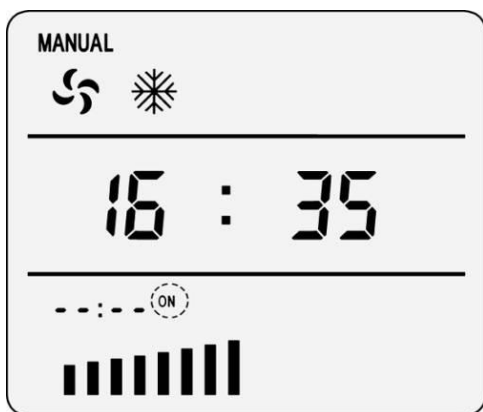

Рис. 8.1 Установка таймера включена
1) нажмите кнопку , на экране отобразится «--:--», мигание надписи «ON» означает, что параметры таймера включения не заданы (рис. 8.1);